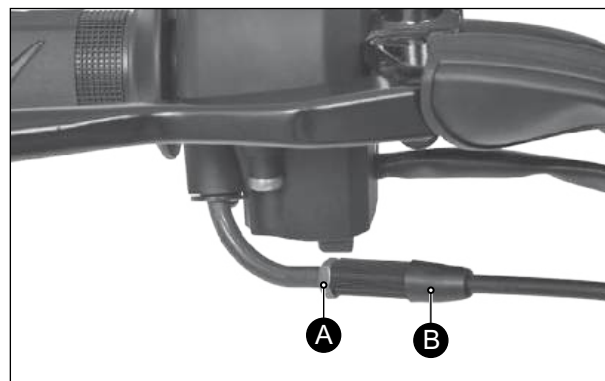

Fig. 2.31
- Puxe com cuidado o cabo do acelerador, enquanto segura o ajustador (B) para verificar a folga livre. (Fig. 2.31)
- Solte a contraporca (A) e gire o ajustador (B) para dentro ou para fora até obter a folga especificada. (Fig. 2.31)
- Após ajustar a folga livre, aperte a contraporca, enquanto segura o ajustador em sua posição. (Fig. 2.31)